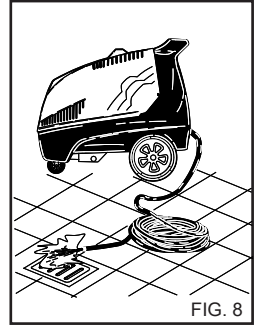

FIG. 8
**Eventuelle Schmutzpartikel könnten die Düse verstopfen und daher ihr Funktionieren beeinträchtigen (Fig. 8).**